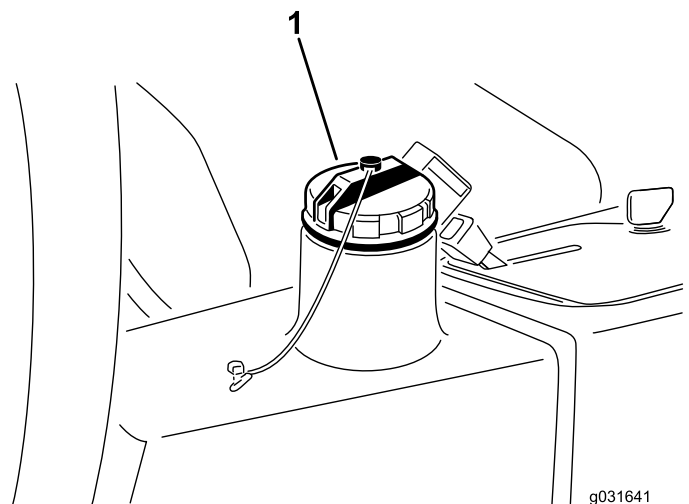

Figure 61
2. Nettoyez la surface autour du goulot de remplissage et du bouchon du réservoir hydraulique. (Figure 61)
3. Remettez le bouchon du réservoir hydraulique (Figure 61).